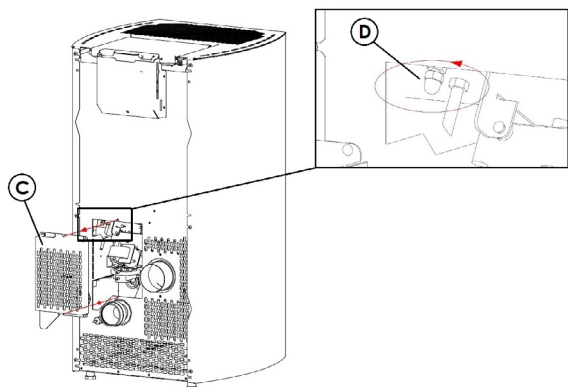

Fig. 54 - Carter verwijderen
- Verwijder de inspectiecarter "C" aan de rugzijde van de carter (zie Fig. 54 op pag. 31).